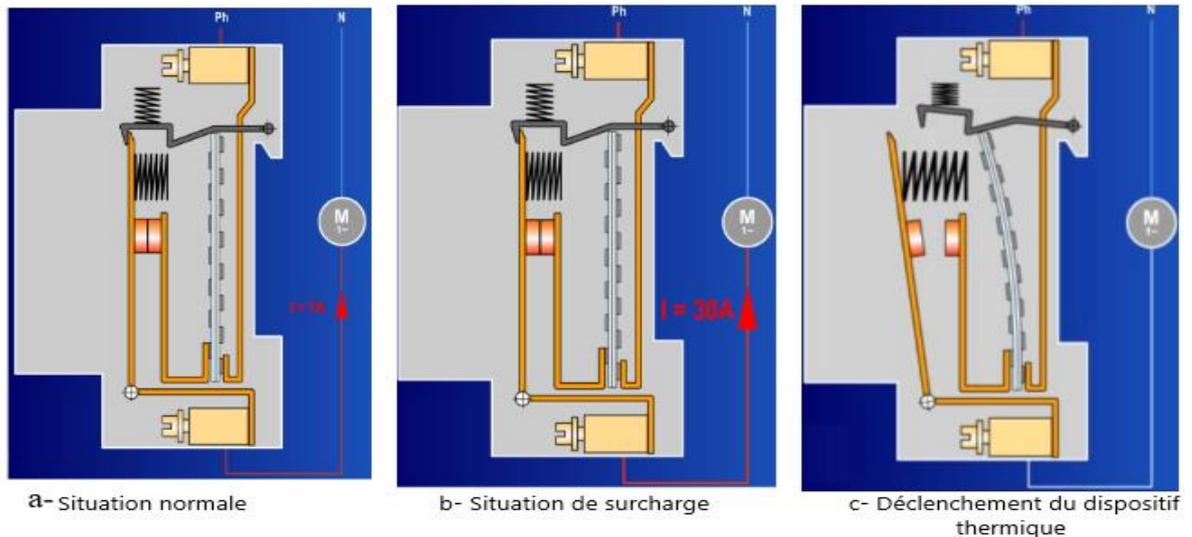

Figure I.20 Mode de fonctionnement du dispositif thermique
- ✓ Supposons qu'en l'absence de tout défaut, le moteur absorbe une intensité nominale (figure I.20.a).
- ✓ Le bilame, chauffe par effet Joule consécutif à l'augmentation de l'intensité, puis se déforme, ouvrir le circuit et règle ainsi le problème (figure I.20.c). Grace au ressort l'ouverture est brusque ce qui minimise les dégâts dus à l'arc électrique.
- ✓ Supposons qu'en l'absence de tout défaut, le moteur ou un autre récepteur, absorbe une intensité nominale de (figure I.20.a).
- ✓ En cas de défaut d'isolement, le fil de phase viendra à toucher le fil de neutre. Nous sommes alors en situation de court-circuit ! (Figure I.20.b).
- ✓ La bobine électromagnétique, sous l'effet de l'élévation de l'intensité du courant va instantanément attirer le levier et provoquer l'ouverture rapide (10 à 20 ms) du disjoncteur (figure I.20.c).